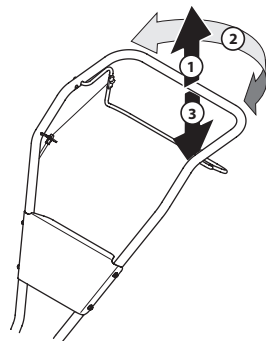

Figure 17
1. Pour effectuer un virage, soulevez le guidon jusqu'à ce que les dents et le moteur se trouvent au-dessus des roues. Voir la Figure 17.
2. Tenez le motoculteur en équilibre sur ses deux roues, puis poussez le guidon dans la direction voulue pour tourner l'appareil. Voir la Figure 17.
3. Après avoir effectué le virage, abaissez doucement les dents dans le sol pour continuer à labourer. Voir la Figure 17.